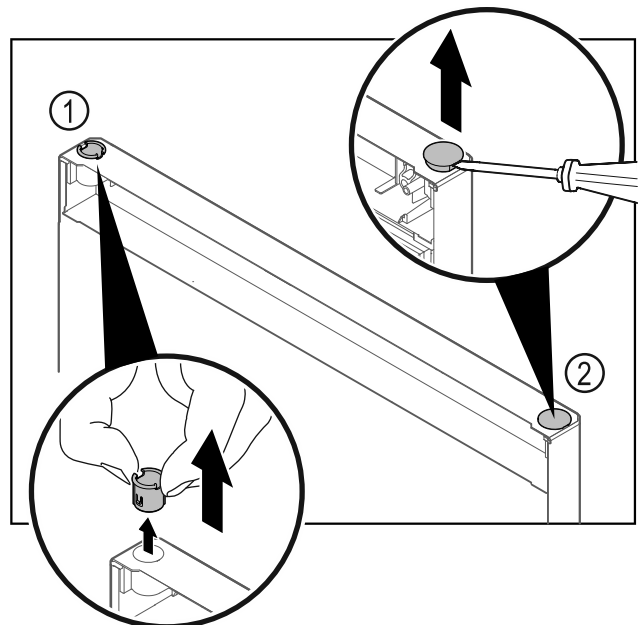

Fig. 26
- ▶ Пальцами вытяните шарнирную втулку Fig. 26 (1).
- ▶ Шлицевой отверткой осторожно подцепите и извлеките заглушку Fig. 26 (2).